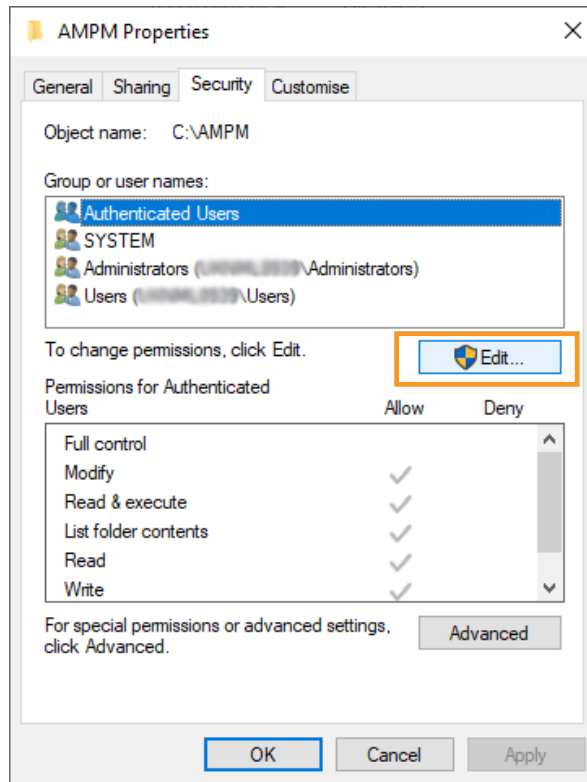

Imagen 40 "Propiedades", pestaña "Seguridad" y "Editar"
1. En la carpeta AMPM, haga clic con el botón derecho y seleccione “Propiedades”. Seleccione la pestaña “Seguridad” y “Editar” (consulte la Imagen 40).